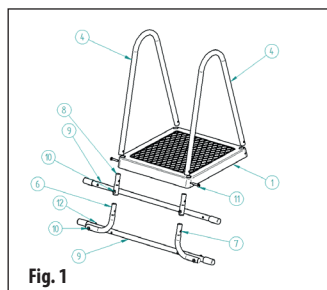

Fig. 1
Introduire les mains courantes (4) de l'échelle par le haut dans les orifices de la plateforme (1) (**fig. 1**). Puis introduire dans les mains courantes et par le dessous les pièces servant de support à l'échelle à l'extérieur de la piscine. Pour une profondeur de piscine fonction du terrain de 120 cm, utiliser les mamelons (8) et pour une profondeur de piscine fonction du terrain de 110 cm, utiliser les coudes de pied (6 et 7). Les coudes doivent être tournés vers l'extérieur et les orifices de vissage du renfort (9) doivent être parallèles au plan de la plateforme (1). Veiller à ce que les orifices dans les mains courantes (4) affleurent les orifices dans la plateforme (1) et dans les mamelons (8) (coudes (6 et 7)). Visser à l'aide de 2 vis (11) et des écrous de verrouillage (12). Introduire les vis de l'extérieur de la plateforme.
Prendre le renfort de l'échelle (9) et le visser aux mamelons (8) ou aux coudes (6 et 7) montés à l'étape 1. Monter le renfort du côté de la plateforme (1) à l'aide de 2 vis (10) et de deux écrous de verrouillage (12). Monter les écrous du côté de la plateforme (1) (**fig. 1**).